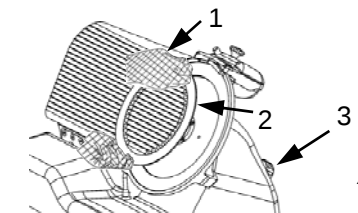
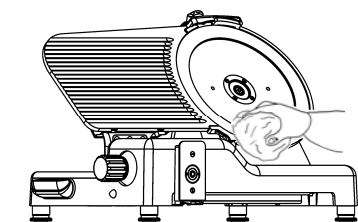

Abb. 48
Abb. 49
ACHTUNG: Für die Reinigung des Schneideblatts benötigt man ein Paar Metallhandschuhe (1) (Abb.48) und ein feuchtes Tuch.
Den Drehgriff des Abdeckungszugbolzens (3) loslösen und die Messerabdeckung (2) abnehmen (Abb. 48). Nun kann das Schneideblatt gereinigt werden (Abb. 49).
1. die Abdeckung abnehmen (Abb. 48);
4. Die Maske (b) auf das Schneideblatt setzen und mit dem Ring (Abb. 48 Detail c) zusammenpassen;